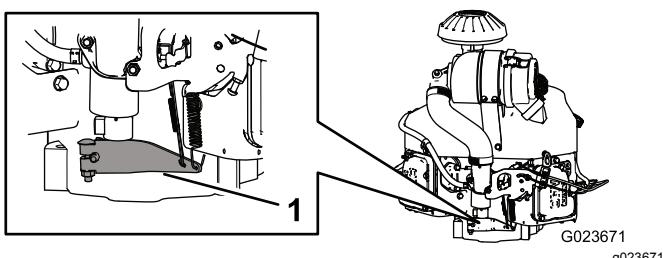

Figure 66
- Poussez le côté ressort du bras du régulateur vers le bas (Figure 66).